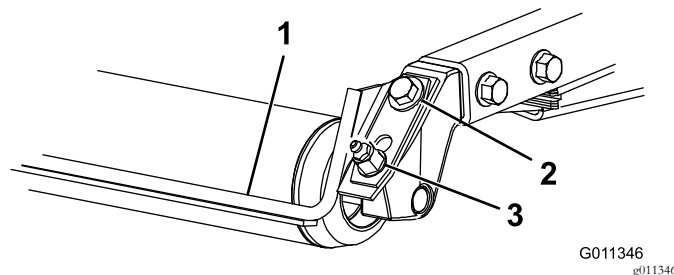

Figure 9
1. Desserrez le graisseur et la vis de fixation (Figure 9).